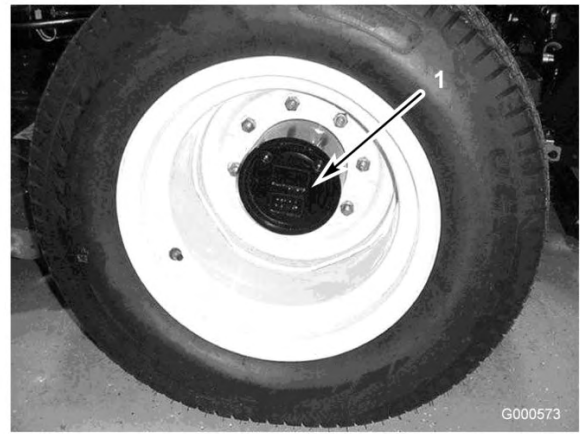

Figura 44
1. Con la máquina en una superficie nivelada, coloque la rueda de manera que el tapón de verificación/drenaje (Figura 44) esté en posición de las dos o de las diez.
2. Retire el tapón de la transmisión planetaria (Figura 44). El aceite debe llegar a la parte inferior del orificio del tapón de verificación en la parte trasera del freno.